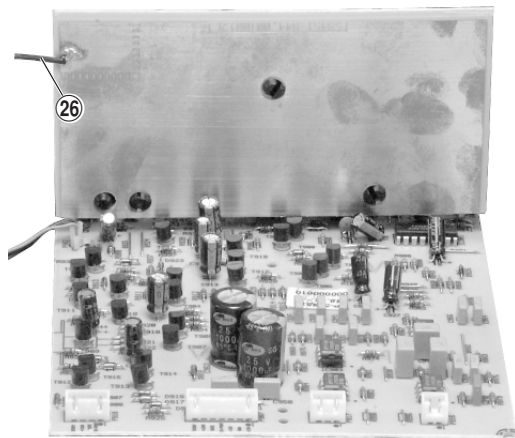

Fig. 65
- Masseleitung ②⑥ (Fig. 65) ablöten.
- Unsolder Ground Wire ②⑥ (Fig 65).